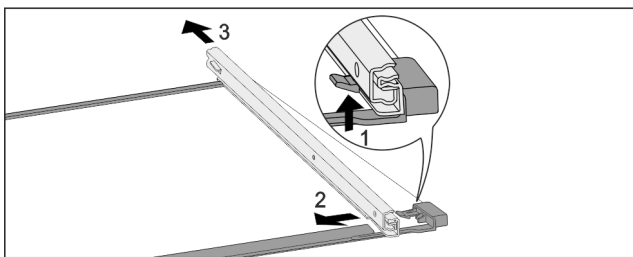

Fig. 77 Placa de cristal con rieles
- ▶ Presione los ganchos de sujeción delanteros hacia arriba. Fig. 77 (1)
- ▶ Empuje la corredera hacia un lado Fig. 77 (2) y hacia atrás Fig. 77 (3).